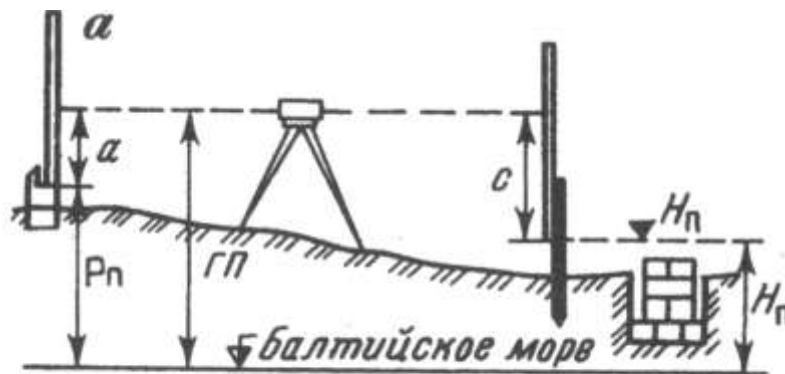

Рис. 2. Схема разбивки и контрольных высот фундамента
5. Выставьте проектную высоту верха фундамента на обноске (рис. 2), если высота репера  $P_n = 25,375$ , отсчет по рейке  $a = 1045$ , проектная высота фундамента  $H_n = 24,423$ .